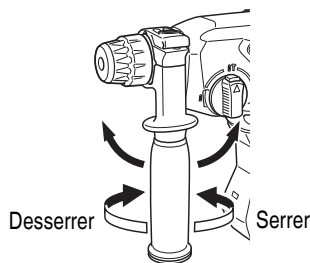

Fig. 10
2. Fixation de la poignée latérale (Fig. 10)